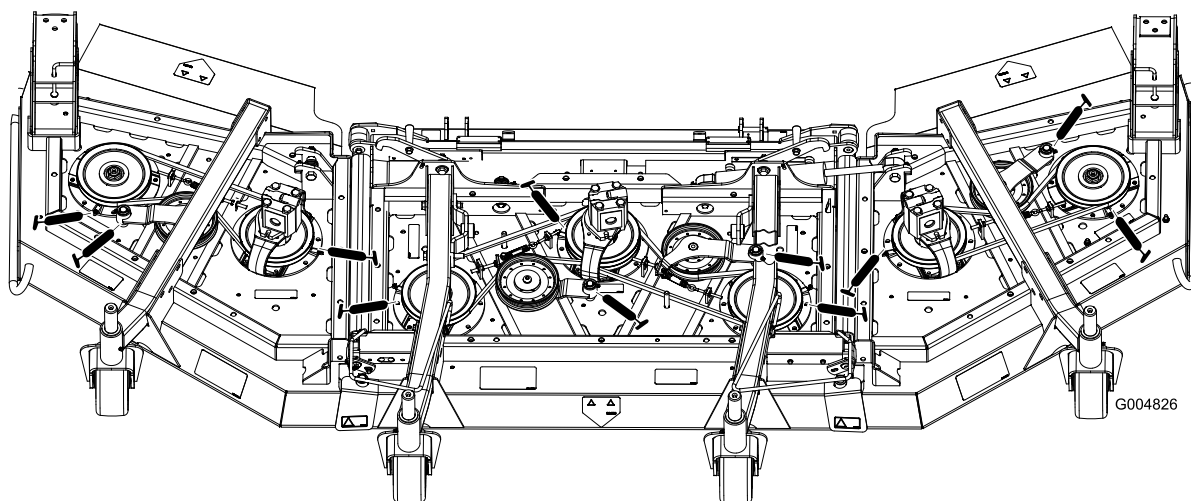

Figura 64
- Cojinetes de eje (3) (situados debajo de la polea) (Figura 64).
- Casquillos del pivote del brazo tensor (2) (Figura 64)